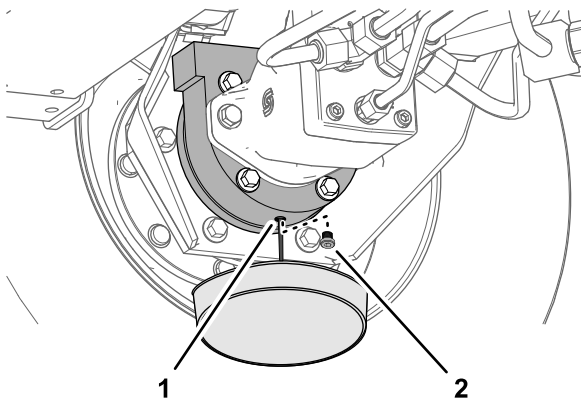

図 93
6. ブレーキハウジングの下に容器を置き、プラグを外してオイルを抜く 図 93。